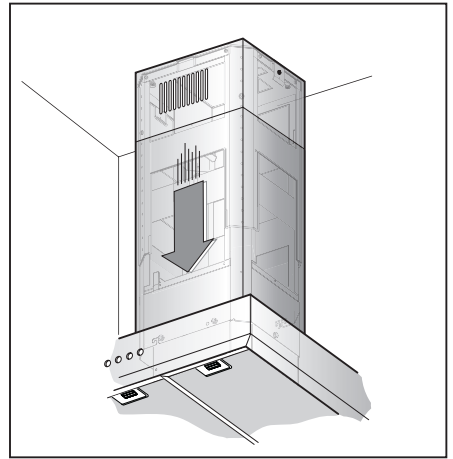

Fig.13
- Togliere il nastro adesivo **L** ed appoggiare il camino decorativo inferiore sopra il corpo cappa (Fig.13).